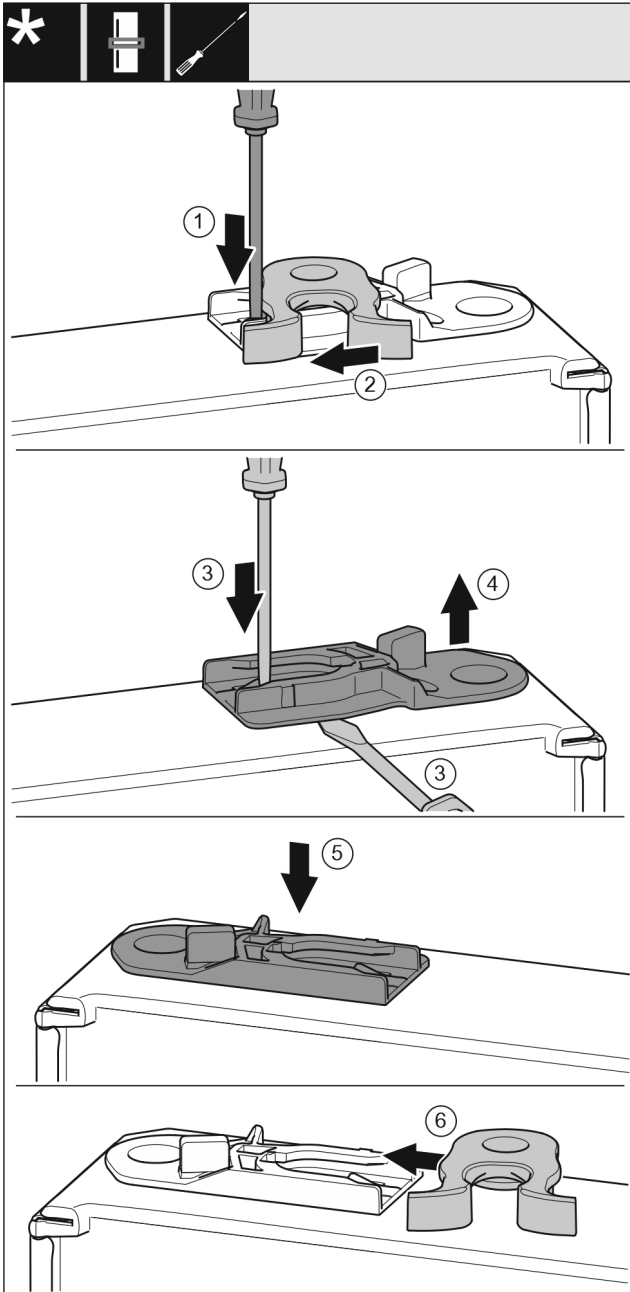

Fig. 18
- ▶ Tryk lasken ned med den flade skruetrækker. Fig. 18 (1)
- ▶ Træk låsekroge ud af føringen. Fig. 18 (2)
- ▶ Træk styrebøsningen ud: Tryk lasken ind med kærviskrue-trækkeren, og før samtidig skruetrækkeren ind under styrebøsningen. Fig. 18 (3, 4)
- ▶ Skub den medfølgende styrebøsning ind i den anden side af huset. Fig. 18 (5)
- ▶ Skub låsekroge ind i føringen. Fig. 18 (6)